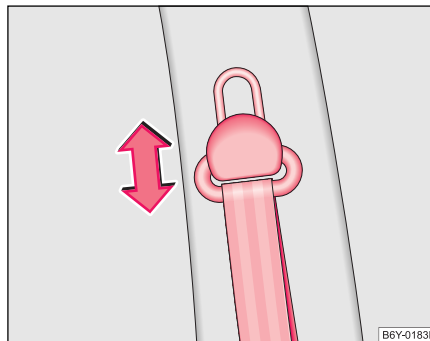

Fig. 95 Siège avant :
- Pour le réglage, appuyer sur la touche et pousser vers le haut ou le bas la ferrure d'inversion → fig. 95.